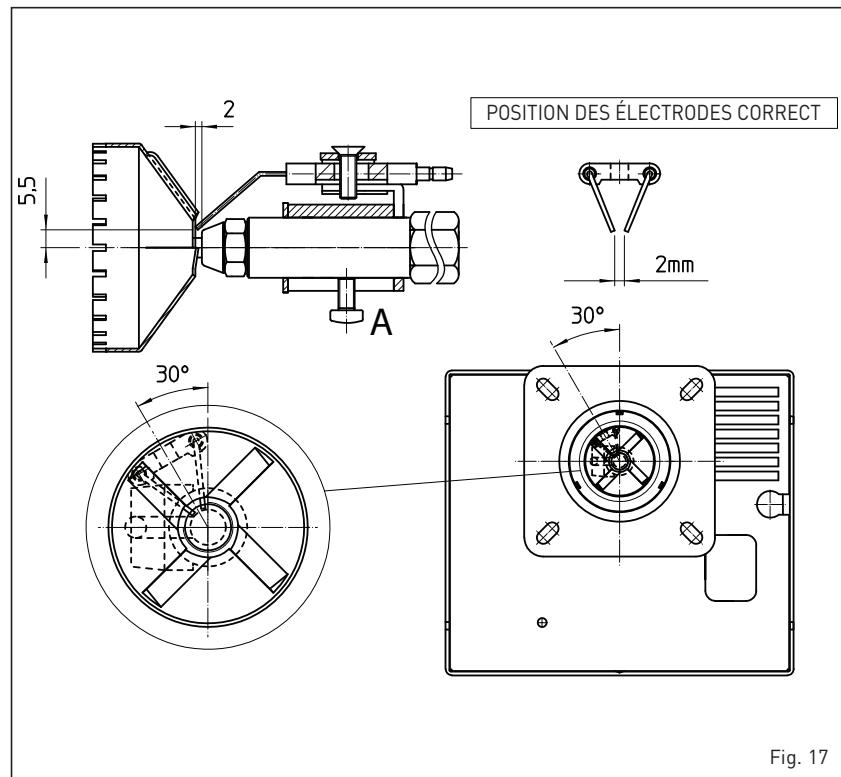

Fig. 17
#### 4.7.2 Nettoyage de la tête de combustion (fig. 17)
comme suit (fig. 17):
- Desserrer la vis de fixation (A fig. 17) du support des électrodes et l'enlever.